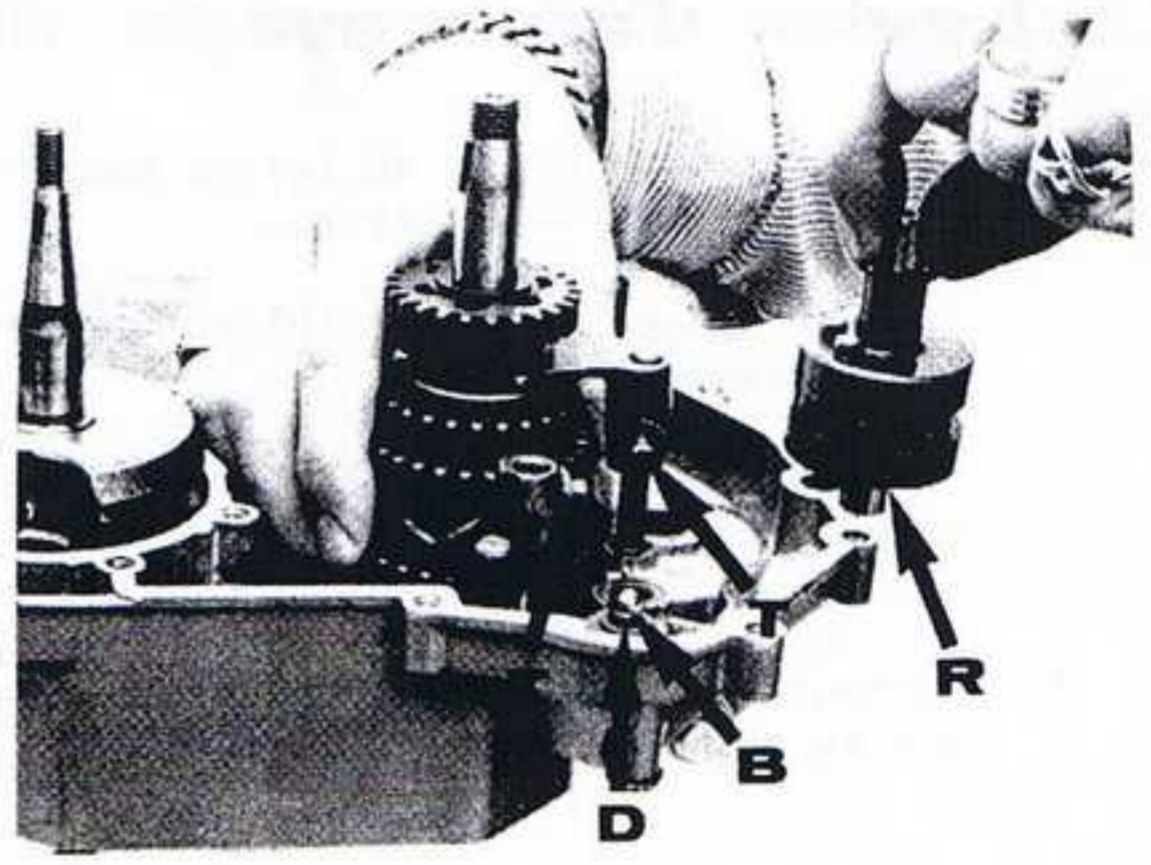

fig. 42
- Placer le ressort (D) de poussée de la bille de verrouillage dans son logement, (fig.42).
- Coller avec un peu de graisse, la bille (B) sur son ressort, ainsi que la rondelle inférieure de l'arbre secondaire (fig.42).
- Monter cet ensemble sur le demi-carter en positionnant correctement les fourchettes sur leurs guides. Ne pas descendre complètement avant d'avoir intercalé le tambour à cames, les 2 têtons (T) des fourchettes venant s'engager dans la gorge du tambour. Attention à la rondelle (R), (fig.42).
- Descendre complètement l'ensemble (fig.42).